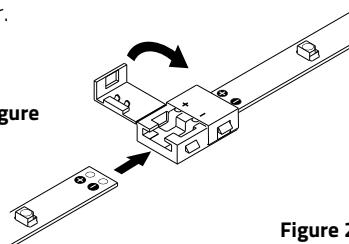

Figure 2
2. Verschluss des Direkt-/Einspeisungsverbinders öffnen (Bild 2+3).
3. Direkt-/Einspeisungsverbinder auf das Ende des VARDIFLEX LED-Strips stecken (Polung beachten) und den Verschluss schließen (Bild 2+3).
2. Open the shutter of the direct / in-feed connector (Fig. 2+3).
3. Connect the in-feed connector to the end of the VARDAFLEX LED strip (observe polarity) and close the fastener (Fig. 2+3).